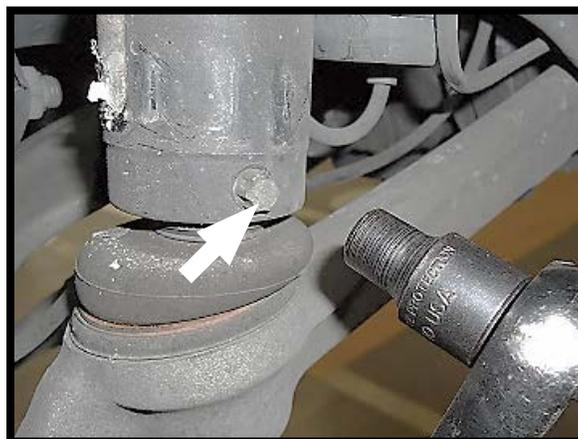

FIGURA 12
7. INDIVIDUARE E SVITARE LE VITI DI FISSAGGIO DEL SUPPORTO INFERIORE. (FIGURA 12)